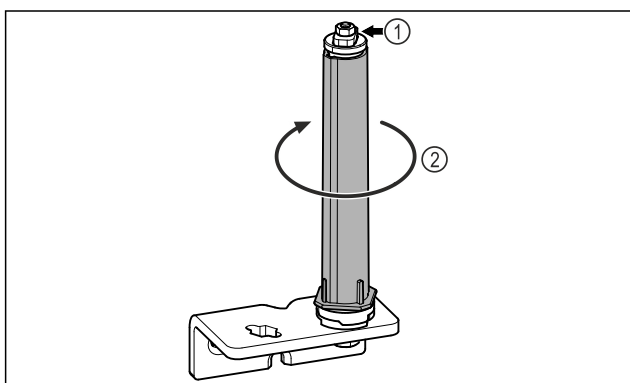

Fig. 16
- Deursluitsysteem Fig. 16 (1) niet demonteren.
- Sluitsysteem Fig. 16 (2) draaien, tot deze vastklikt.